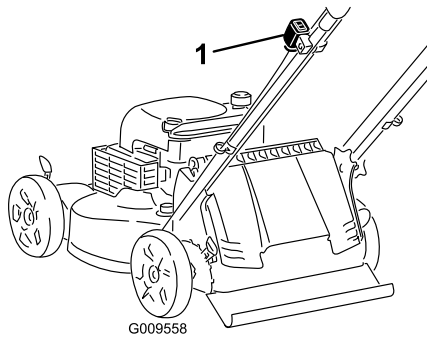

Figure 11
1. Si le commutateur d'allumage de votre tondeuse (Figure 11) est à bascule (avec une position marche ("T") et une position arrêt ("Stop")), poussez-e à la position "T". Sinon passez à l'étape 2.